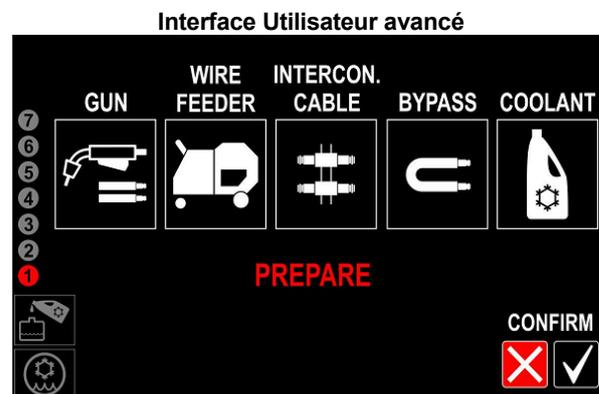
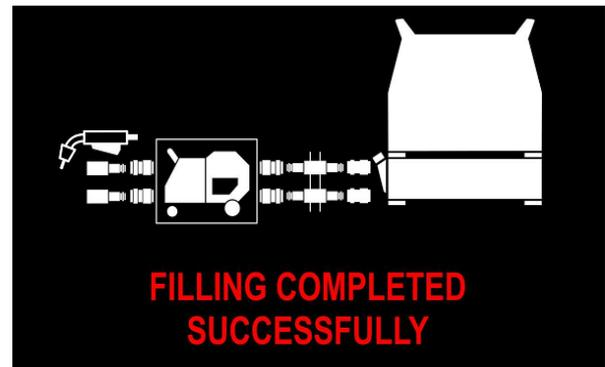

Figure 14
Figure 21
- Lorsque le refroidisseur **COOL ARC® 60** est raccordé pour la première fois, la source d'alimentation de soudage lance automatiquement la procédure de remplissage (Figure 14 ou 22). Retirer le bouchon du réservoir pour éviter toute formation de vide partiel.
- Si la procédure de remplissage s'est correctement déroulée (Figure 21 ou 29), le refroidisseur passe en mode AUTO.
Si un autre produit est raccordé, la procédure de remplissage doit être lancée manuellement. Commencer par l'étape illustrée à la Figure 30 ou 31, puis répéter les étapes indiquées de la Figure 14 ou 22 à la Figure 21 ou 29.